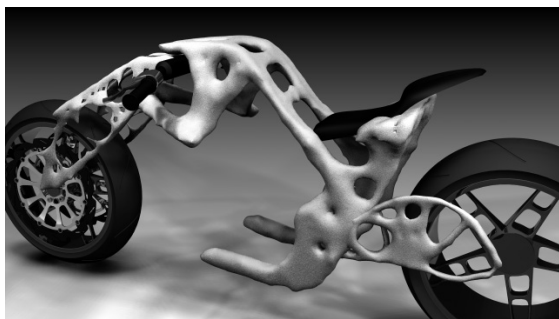

图 9-3 获得拓扑优化结果
3) 获得拓扑优化结果。根据施加的外部载荷，Inspire 能够自动计算出最佳传力路径，并把材料分布在需要受力的区域，如图 9-3 所示。